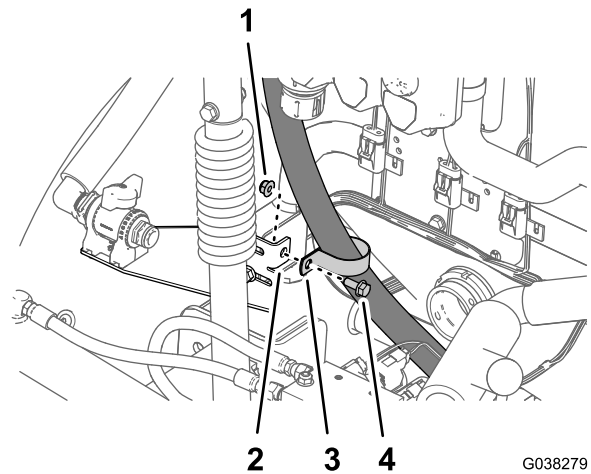

Figura 72
- Fissate il flessibile al flessibile di alimentazione dell'irroratrice all'aletta della staffa della valvola dell'agitatore (Figura 72) con il bullone a testa flangiata (5/16 x 3/4") e il dado di bloccaggio flangiato (5/16").